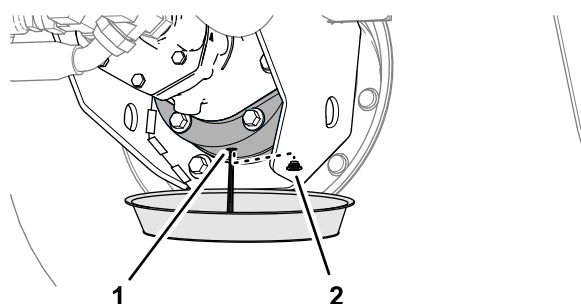

図 95
6. ブレーキハウジングの下に容器を置き、ドレンプラグを外してオイルが完全に抜けるのを待つ 図 95。